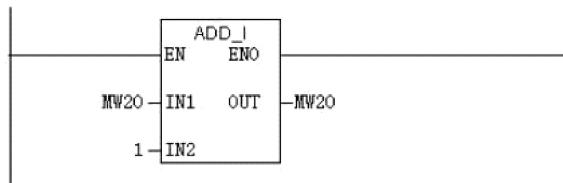

图 5-23 在 OB80 里编写的程序
- 6) 在管理画面的块目录里插入 OB80 并打开 OB80, 如图 5-22 所示。在 OB80 里编写如图 5-23 所示程序并保存。